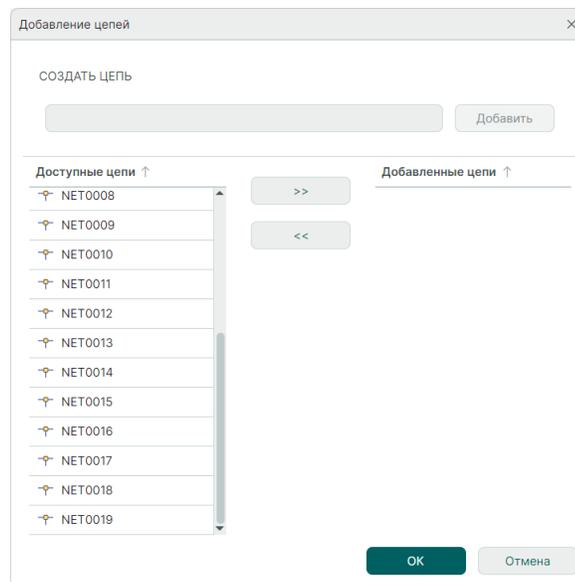

Рис. 170 Окно «Добавление цепей»
3. Нажмите кнопку «Добавление цепей» , после чего на экране отобразится окно «Добавление цепей», см. Рис. 170.